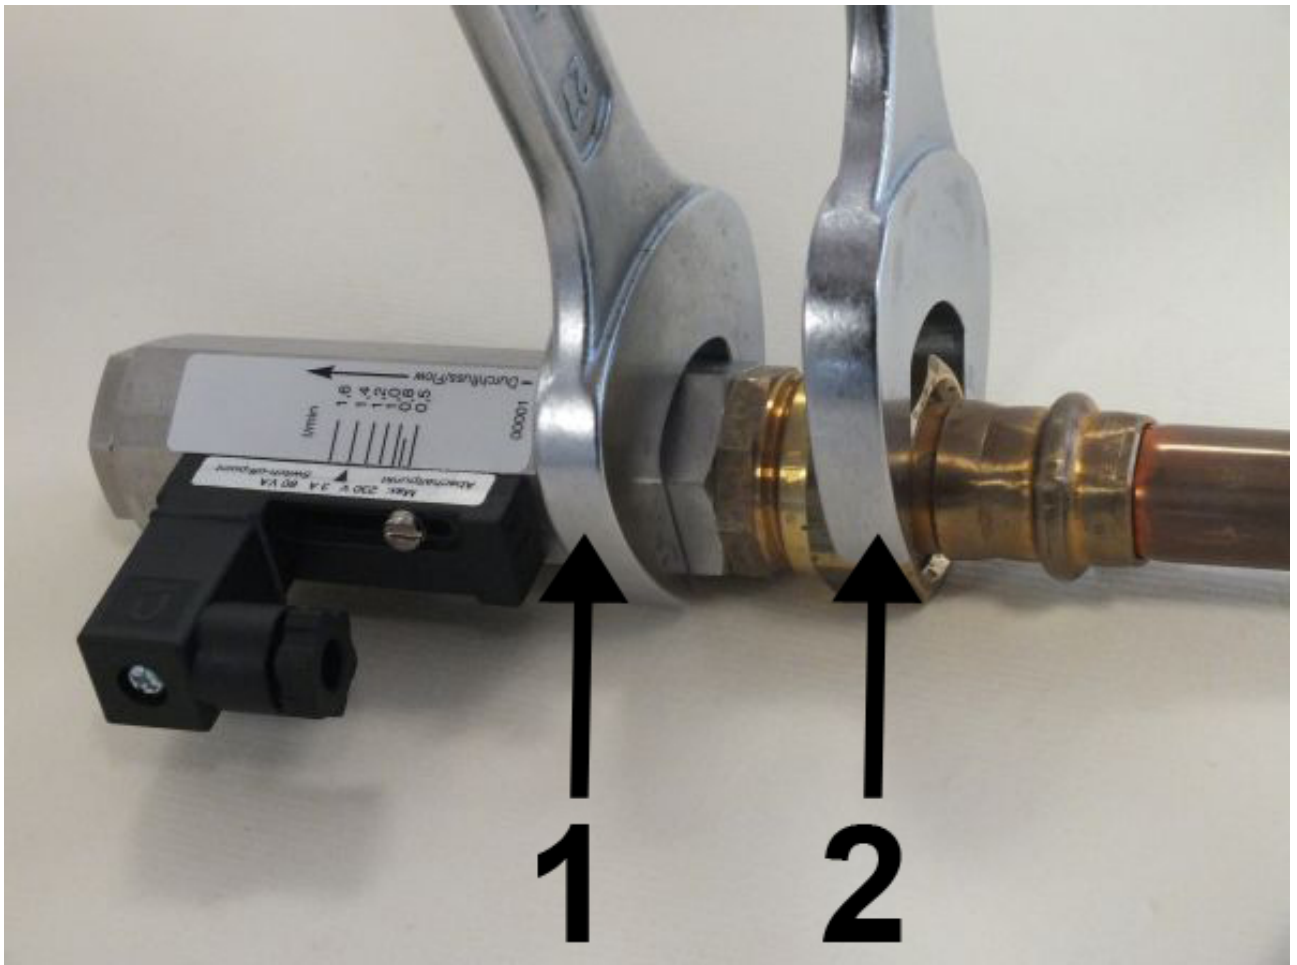

Abb. 12: Gerät einschrauben
3. ➤ Übergangsverschraubung (Abb. 12/1) unter Gegenhalten der Verschraubung (Abb. 12/2) des Gerätes weiter eindrehen, bis die Verbindung dicht ist